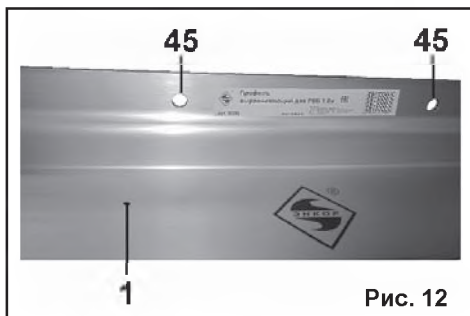
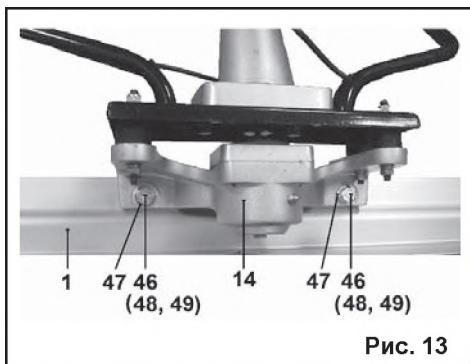

Рис. 12
Рис. 13
7.6.1. На профиле выравнивающем (1) имеются два отверстия (45) (Рис. 12) для соединения с корпусом виброузла (14) (Рис. 13).
7.6.2. Установите, как показано на рисунке 13, виброузел (14) и закрепите положенные деталями крепления (45, 47, 48, 49) (Рис. 13).